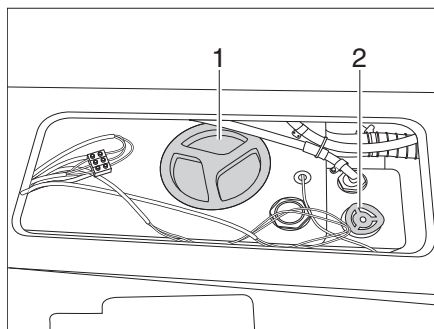
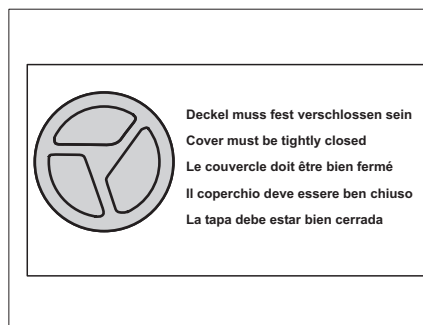
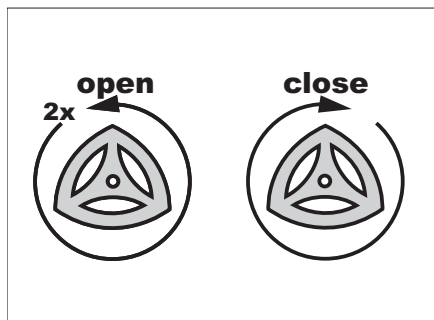
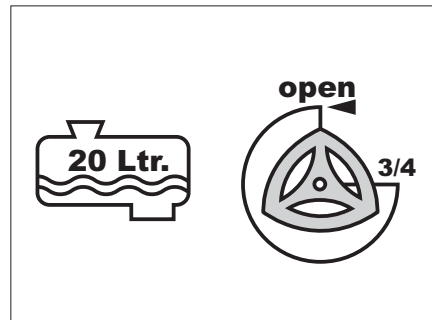

Bild 121 Wassertank
Bild 122 Warnschild Verschlussdeckel
Bild 123 Wassertank füllen - ablassen
Bild 124 20 l-Maximal-Befüllung
- ▶ Am Wassertank befinden sich 2 Verschlussdeckel (Bild 121, 1). Überprüfen Sie vor der Fahrt, ob **beide** Verschlussdeckel geschlossen sind. Warnschild (Bild 122) beachten.
- Stellrad (Bild 121, 2) im Uhrzeigersinn bis zum Anschlag drehen. Die Ablassöffnung im Wassertank ist geschlossen.
- Verschlussdeckel (Bild 121, 1) wieder auf den Wassertank schrauben.
- Stellrad (Bild 121, 2) 2 Umdrehungen gegen den Uhrzeigersinn drehen (siehe auch Bild 123). Die Ablassöffnung im Wassertank wird geöffnet und das Wasser wird abgelassen.
- Stellrad (Bild 121, 2) eine $\frac{3}{4}$ -Umdrehung gegen den Uhrzeigersinn drehen. Das Frischwasser läuft bis auf 20 Liter ab (siehe auch Bild 124).
- Stellrad (Bild 121, 2) 2 Umdrehungen gegen den Uhrzeigersinn drehen.